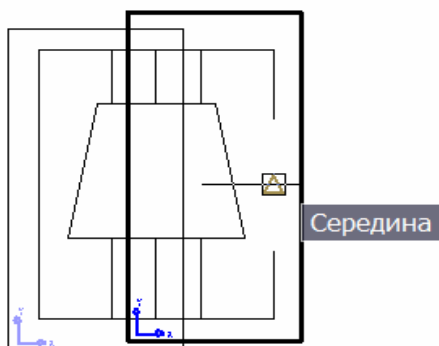
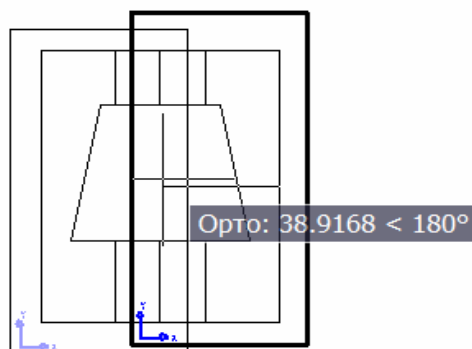

Рис. 6.12
Рис. 6.13
3. При задании секущей плоскости горизонтального разреза взять в качестве первой точки секущей плоскости середины ребра внешней призмы, например как на рис. 6.12, в качестве второй точки секущей плоскости точку левее или правее при включенном режиме ортогонального черчения (рис. 6.13).